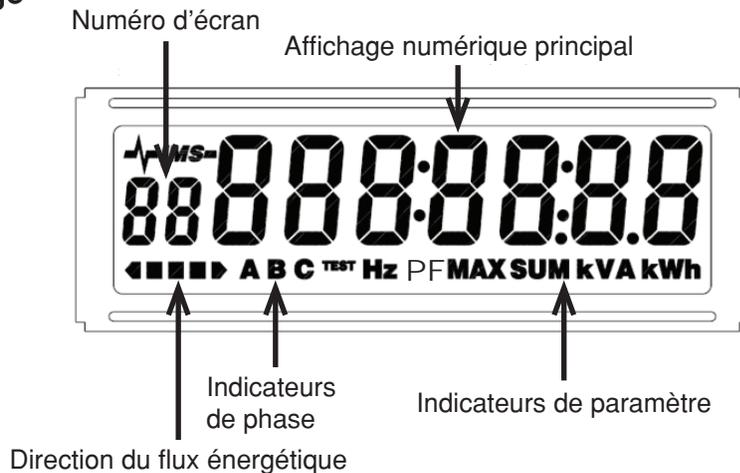

Figure 10 : Sections de l'affichage
- **Écrans 05 à 13 – Tension (V) et intensité (A).**
La tension et l'ampérage sont enregistrés et affichés en tant que valeurs quadratiques moyennes (RMS). Les indicateurs de phase appropriés et les indicateurs d'affichage s'allumeront comme illustré à la figure 10. Sur tous les écrans de valeurs en ampères et en kilowatts, la flèche directionnelle s'allume pour indiquer le sens du flux énergétique. Si elle pointe vers la droite, c'est que l'énergie est tirée du réseau, mais si elle pointe vers la gauche, c'est qu'elle va vers ce dernier (utile dans les applications d'énergie renouvelable où les compteurs sont raccordés de manière bidirectionnelle au réseau). En plus de la flèche vers la gauche, l'indicateur du paramètre Ampères (A) et celui de la phase touchée (A, B ou C) clignotent quand le flux va vers le réseau. Si le compteur est utilisé dans une installation unidirectionnelle, la flèche devrait toujours pointer vers la droite en présence de courants de charge.
- **Écrans 18 à 20 – Facteurs de puissance (PF) par phase.** Les facteurs de puissance inductifs sont indiqués par la flèche de direction du flux énergétique qui pointe vers la gauche (elle pointe vers la droite en présence de facteurs de puissance capacitifs).